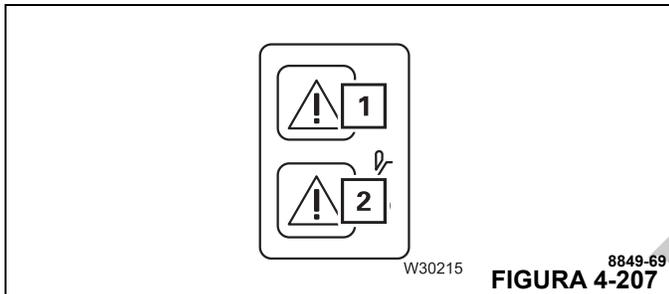

FIGURA 4-207
Los movimientos de la grúa se reactivan cuando se regresa a un estado de funcionamiento normal por debajo de la capacidad de carga máxima permitida – las luces (1, Figura 4-207) y (2) se apagan.